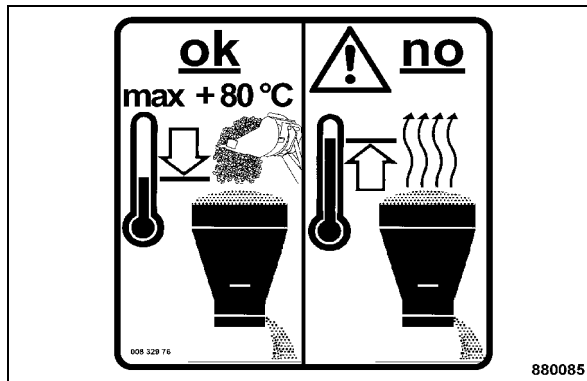

Fig. 95
- Remplir la trémie avec maxi. 200 litre de gravier (Fig. 95) (Poids spécifique du gravier 1,5 t/m3).